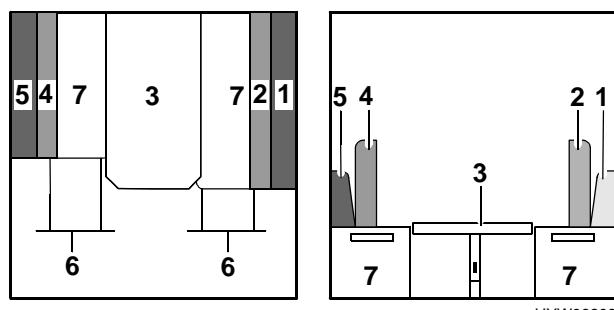

Fig. 41 Durante la trasformazione
- Estrarre la prolunga del cassone letto (Fig. 41,6).